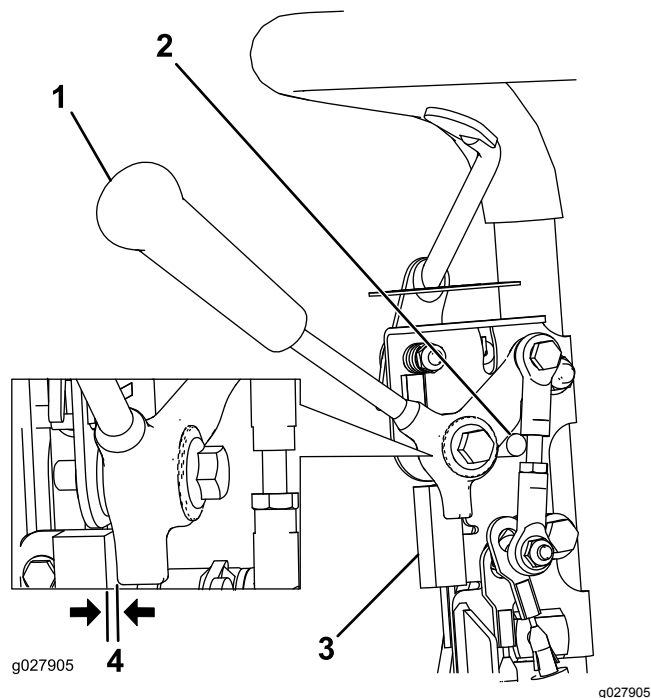

Figura 36
1. Asegúrese de que el motor está parado y de que la palanca de tracción está desengranada y apoyada en el tope de punto muerto (Figura 36).
2. Afloje las fijaciones de montaje del interruptor de seguridad (Figura 36).
3. Coloque un suplemento de 0.8 mm de grosor entre la palanca de tracción y el interruptor de seguridad (Figura 36).